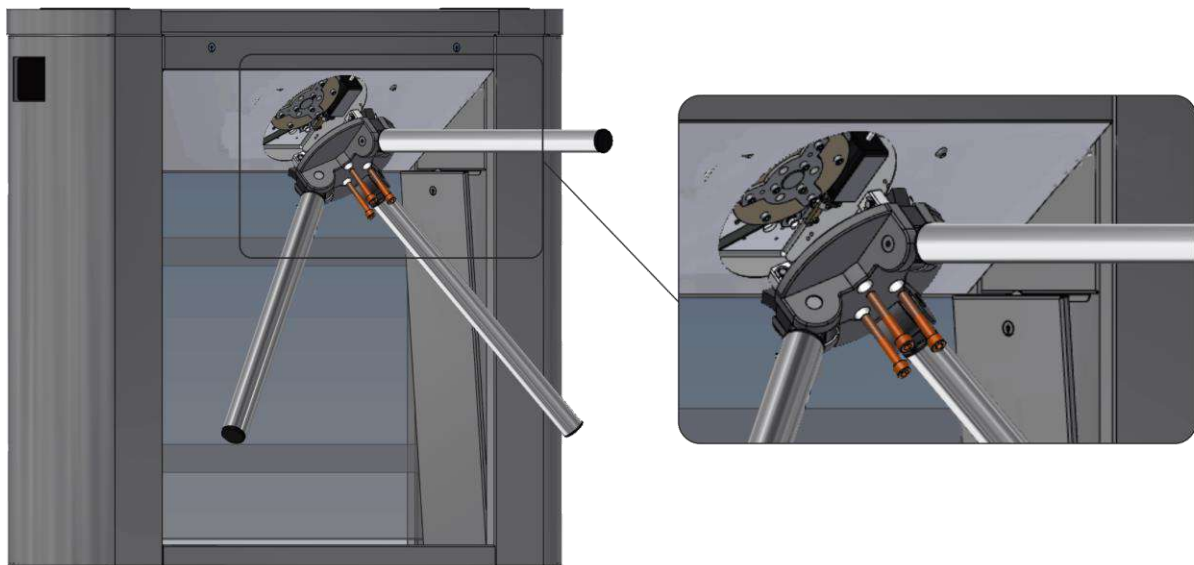

Рис. 14 – Встановлення ступиці з планками в корпус турнікету-триподу
- а) Вручну розкласти планки (2) ступиці (1) (див.*Рис.14*).
- б) Встановити ступицю (1) по центру механізму (4) турнікету;